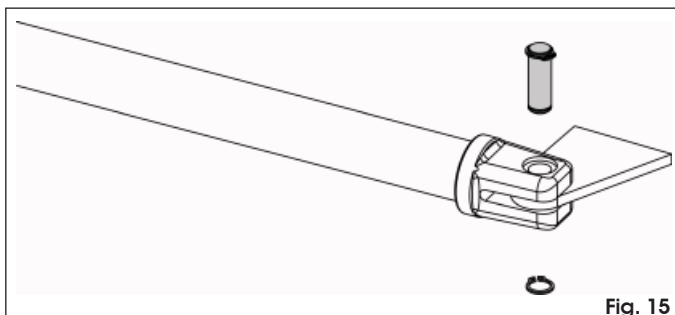

Fig. 15
- Montare la staffa anteriore utilizzando l'apposito perno e gli anelli elastici in dotazione (Fig. 15).